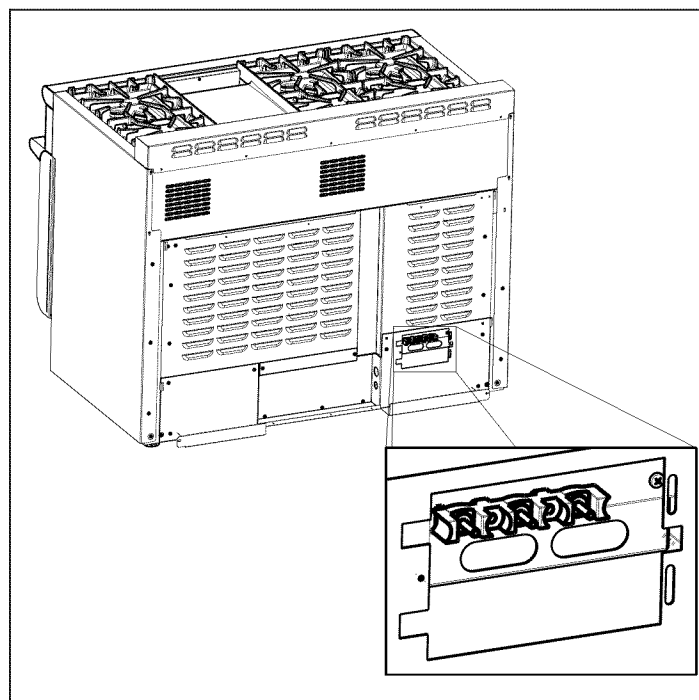
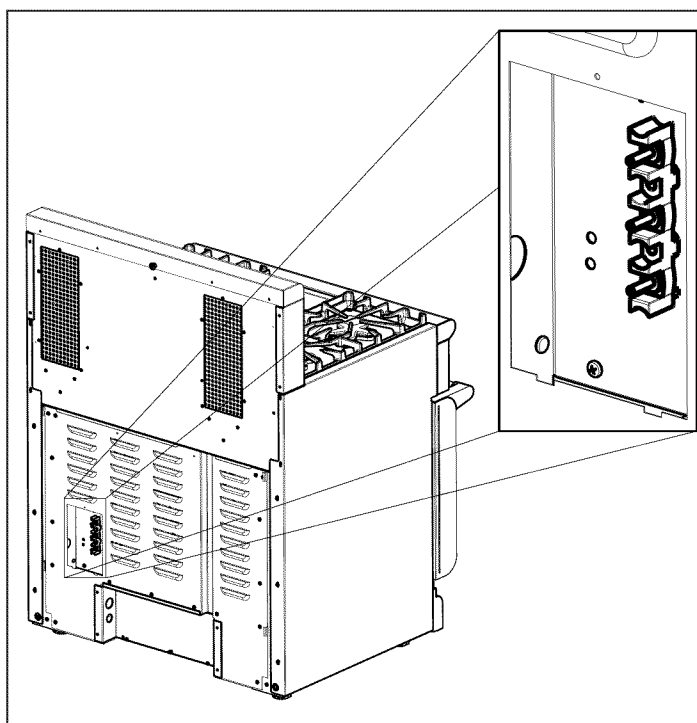
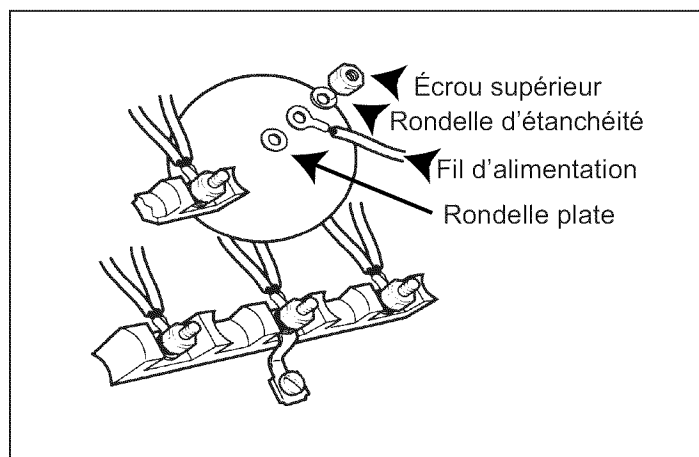

Figure 9b : Emplacement de la boîte de jonction pour les cuisinières de 48 po
Figure 9a : Emplacement de la boîte de jonction pour les cuisinières de 30 po et 36 po
Figure 10 : Fixation du conducteur
- CONNEXION PERMANENTE (BRANCHEMENT FIXE)** - Les appareils peuvent avoir un branchement fixe à l'alimentation. L'installateur doit fournir un conduit en aluminium flexible approuvé, format 3/4 po, d'une longueur minimale de 6 pi. Localisez la boîte de jonction à l'arrière de l'appareil et enlevez le couvercle. Consultez la figure 9a ou le figure 9b, selon le type de modèle. Enlevez la vis de retenue du conducteur de terre et pliez le conducteur de terre vers le haut. Consultez la figure 10. Le conduit doit être installé sur la boîte de jonction à l'aide d'un connecteur de conduit approuvé.